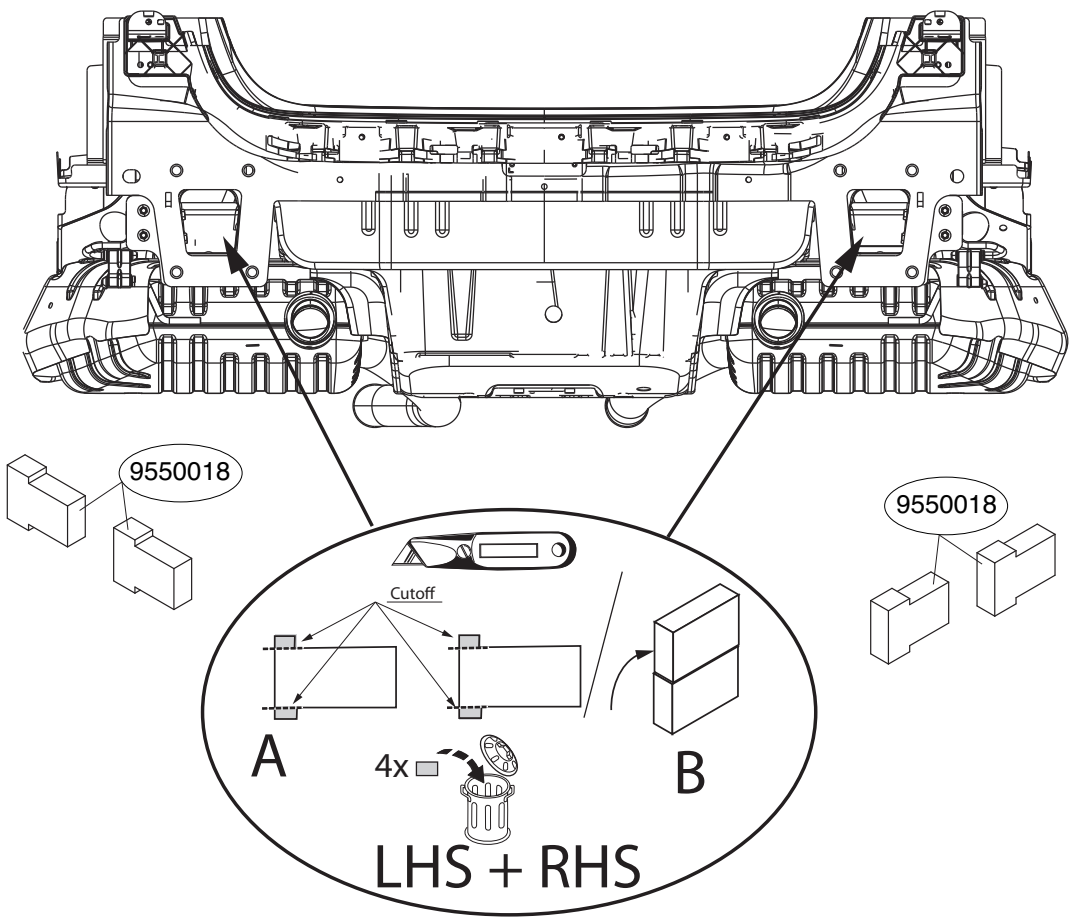

Fig. 2
3. В качестве уплотнения, вставить четыре полиэтиленовых элемента в балки шасси. (см. рис. 2).